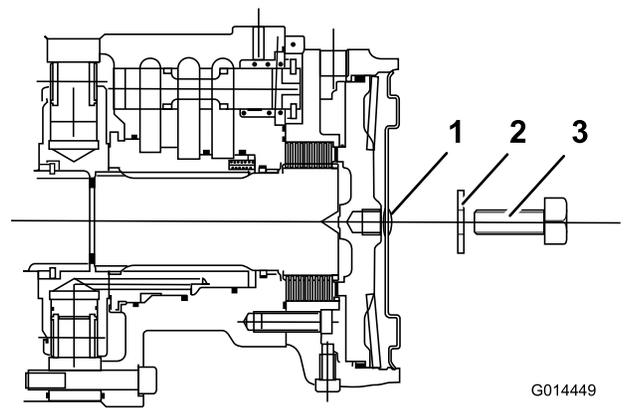

図 46
6. 左前輪のホイールモータのディスクブレーキ・アセンブリについて、上記と同じ作業を行う（図 46）。